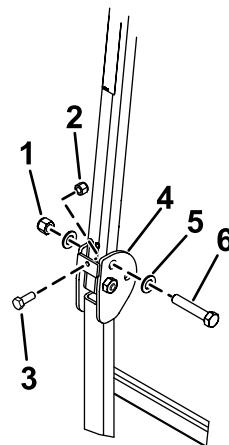

Figure 17
3. Placez une rondelle (13/16" x 1½") sur chaque boulon (¾" x 4"), comme montré à la Figure 17.
4. Placez les boulons et rondelles dans les trous occupés précédemment par les axes (Figure 17).
5. Placez une autre rondelle sur chaque boulon et fixez le tout avec des écrous (¾"), comme montré à la Figure 17. Serrez les écrous à un couple de 323 à 396 N·m.
6. Insérez un boulon (¾"-16 x 1" ou 1¼") assorti d'un écrou de blocage (les boulons et les écrous de blocage ne sont pas fournis) dans la plaque filetée de chaque côté de la partie inférieure de l'arceau de sécurité, au niveau de la charnière (Figure 17). Serrez le boulon jusqu'à ce qu'il soit contre le tube supérieur de l'arceau de sécurité, puis serrez l'écrou de blocage.
7. Serrez le boulon de pivot du ROPS (Figure 17) à un couple de 91 à 113 N·m pour empêcher l'arceau de sécurité et le pare-soleil de rebondir.